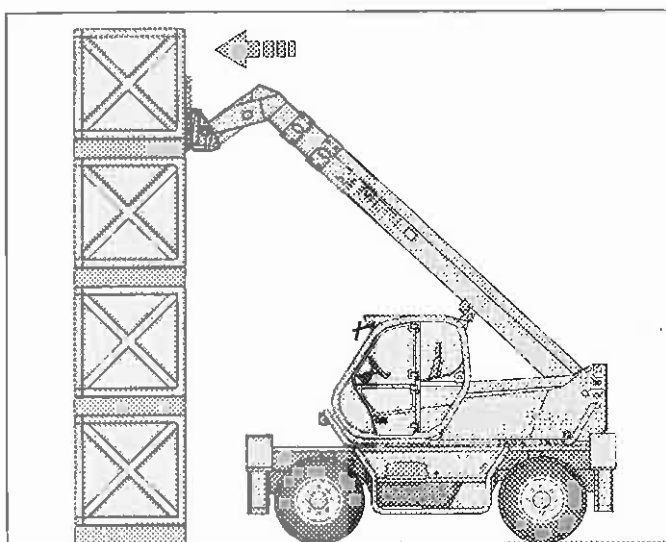
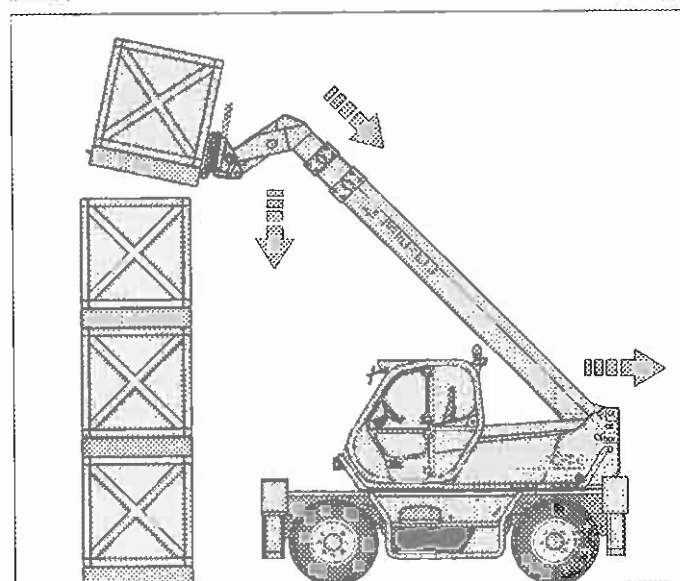

Fig.9
Fig.10
- die Gabeln unter der Last positionieren und dabei darauf achten, dass dies mühelos geschieht (Abb.9)
- den Wähler der Gangschaltung (19) und den Wähler der Fahrtrichtung (20) in Position "N" bringen
- die Last einige Zentimeter anheben und den Anbaurahmen nach oben neigen (Abb. 10)